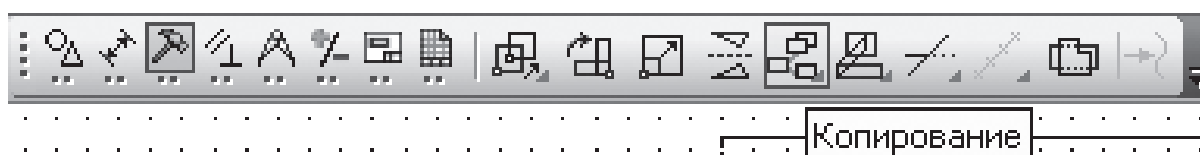

Рис. 115
7. Сделать копии *Горизонтальной прямой* на расстоянии 40, 20, 60 (60 — высота детали, 20 — расстояние между главным видом и видом сверху, 40 — ширина детали). Размножить горизонтальные прямые с помощью команды *Копирование*, расположенной на панели инструментов *Редактирование* (рис. 115).